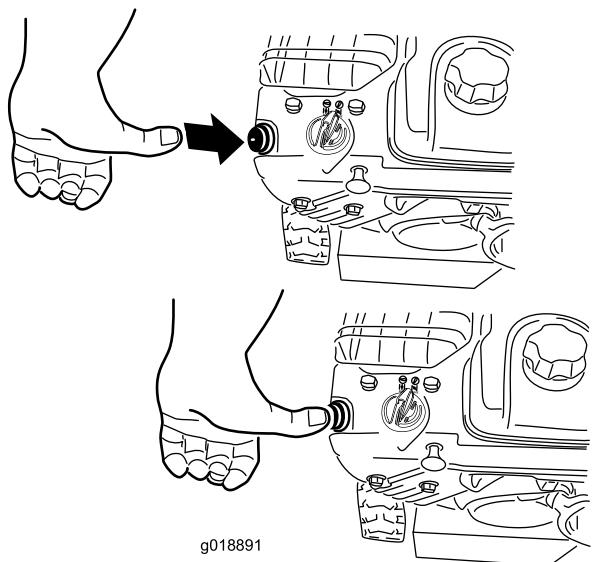

Figura 23
4. Con il pollice, spingete lo starter con forza due volte (temperature superiori a -9°C) o 4 volte (temperature inferiori a -9°C), lasciandolo inserito ogni volta per un secondo prima di rilasciarlo (Figura 23).